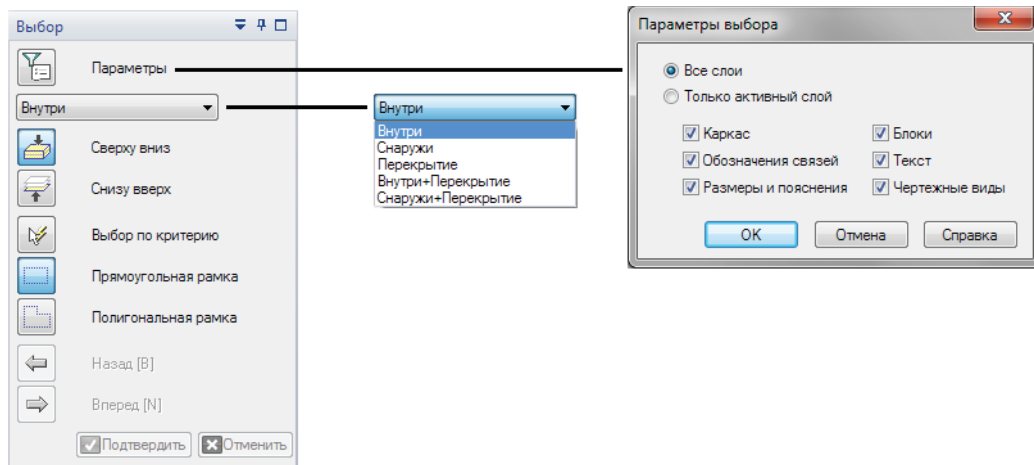

Рис. 2.9.12. Меню команды Выбор
Инструмент выбора в среде чертежа имеет отличия от среды детали и сборки. Вид меню команды **Выбор** представлен на рис. 2.9.12.
- в меню команды **Задать масштаб листа**  (рис. 2.9.12) из контекстного меню листа (рис. 2.9.6, А);